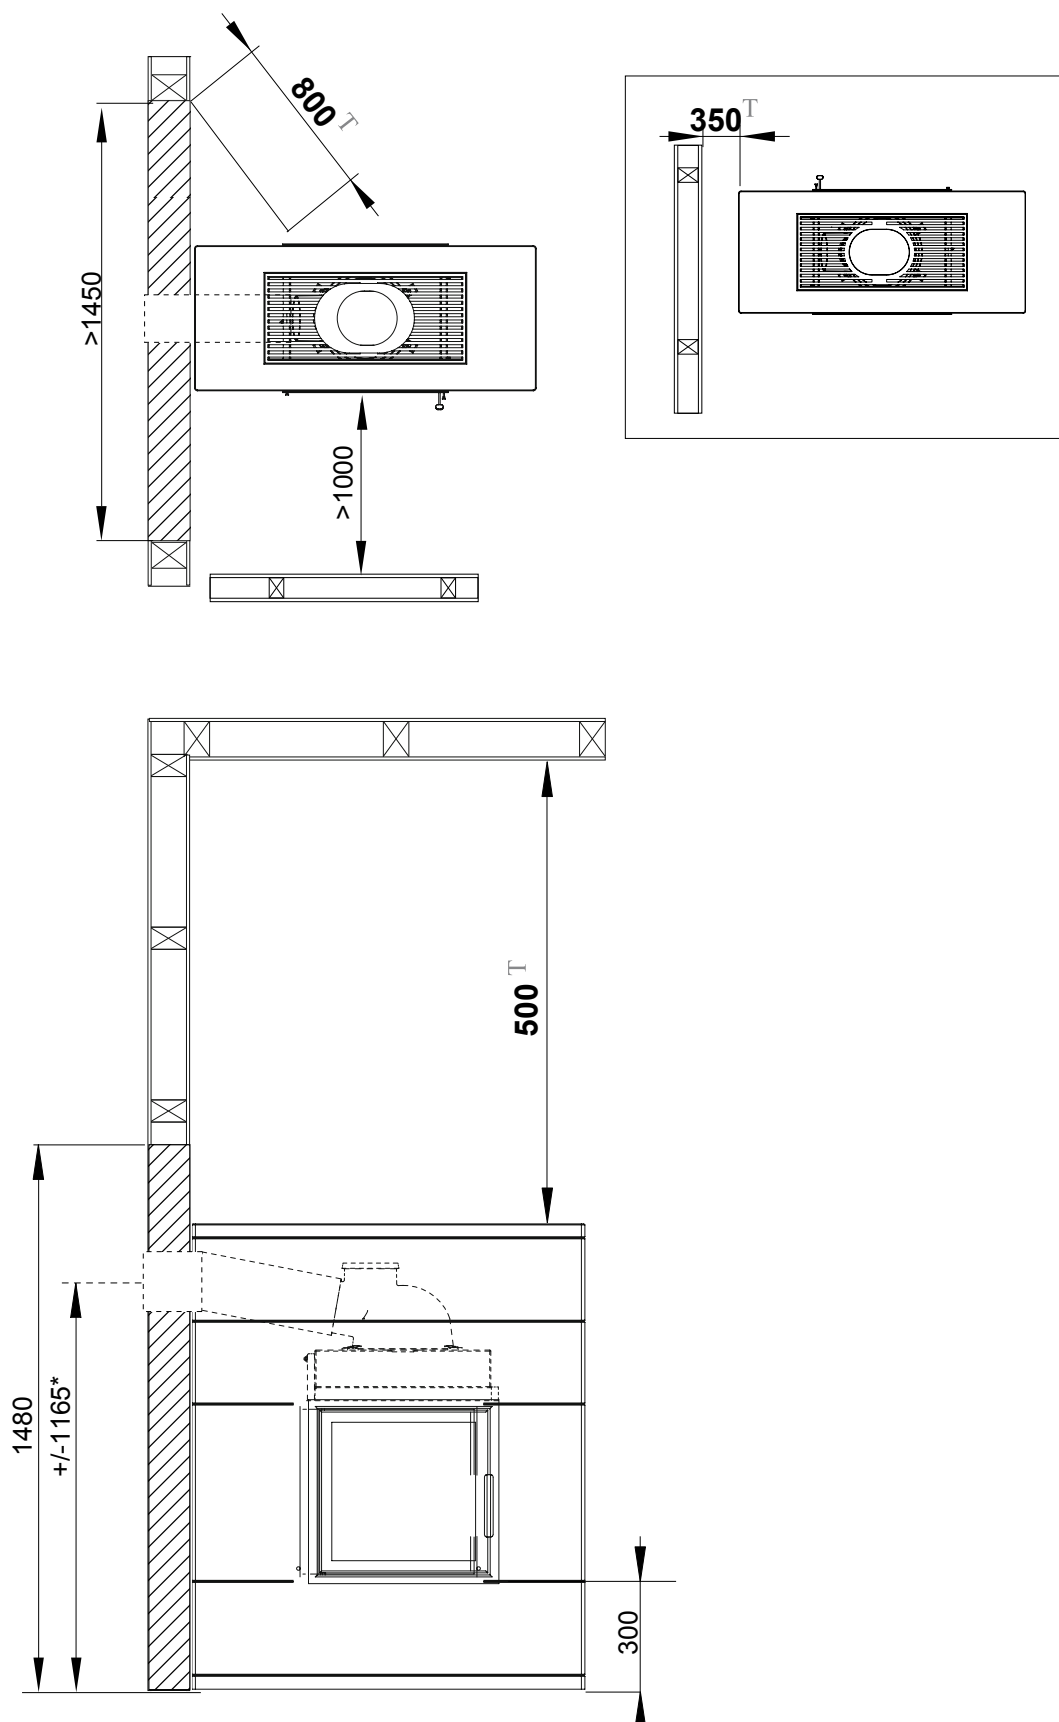

FIG 2T
**Instrukcja montażu** (RYS. 2 - RYS. 14)
RYS. 2: Aby zapewnić prawidłowy montaż, płytę dolną należy ustawić pod kątem 90° w stosunku do komina/ściany. W razie potrzeby skorygować za pomocą klinów lub kleju w proszku.